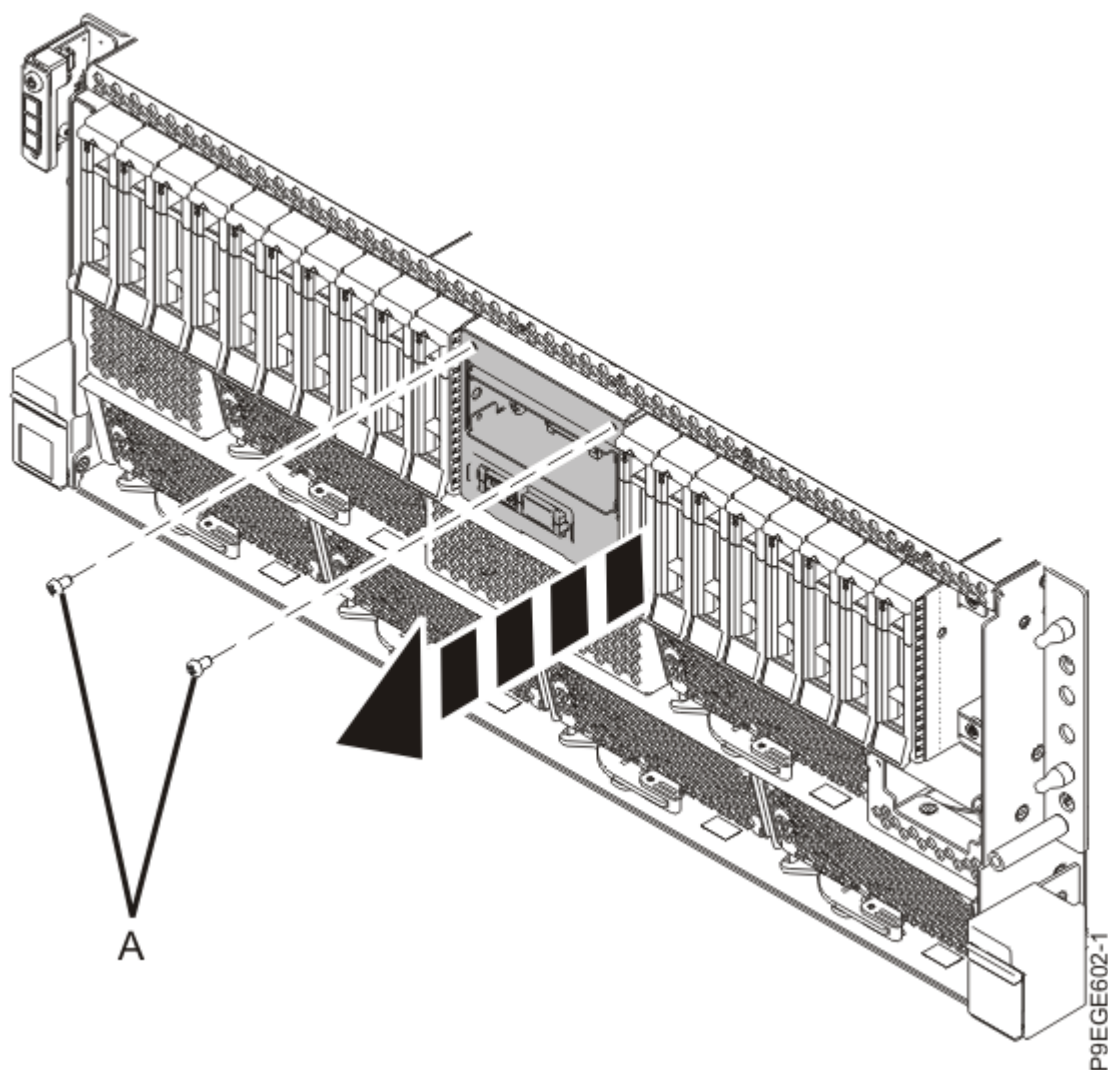

図 111. ラック・マウント型システムのブラケットからのコントロール・パネル・ディスプレイ・ホルダーの取り外し
6. ラック・マウント型システムの場合、コントロール・パネル・ディスプレイ・ホルダーをシャーシに固定している 2 つのねじ **(A)** を取り外します (116 ページの図 111 を参照)。
7. スタンドアロン・システムの場合、コントロール・パネル・ディスプレイ・ホルダーをシャーシに固定している 2 つのねじ **(A)** を取り外します (116 ページの図 111 を参照)。